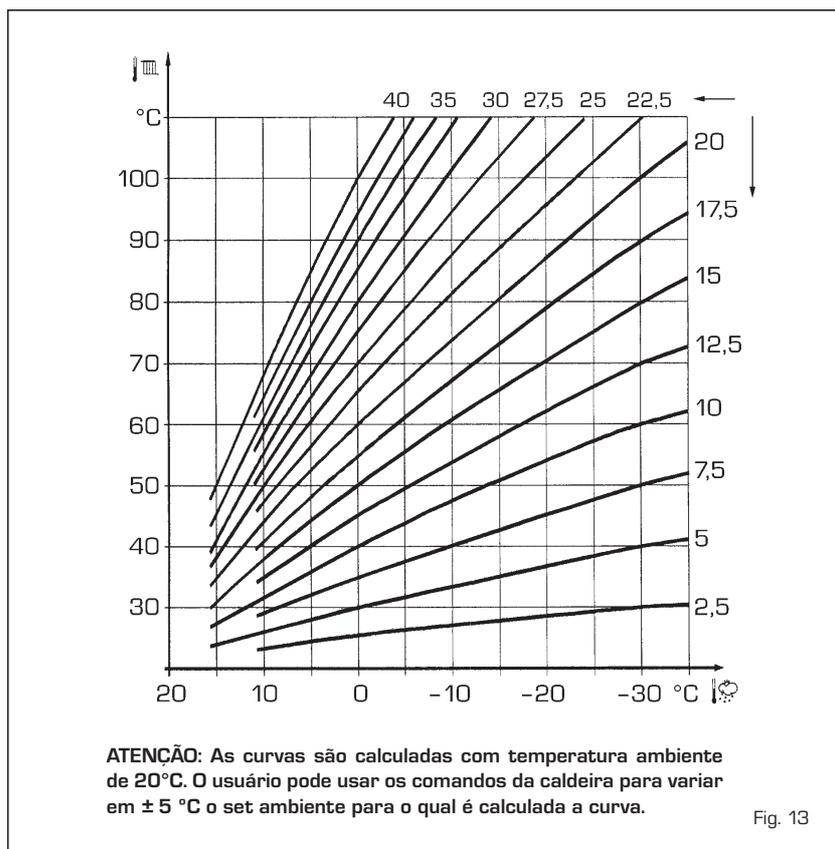

Fig. 13
3.4 SONDA EXTERIOR LIGADA (fig. 13)
A curva climática a introduzir pode ser seleccionada de um valor entre 3 e 40 (com passos de 1). Aumentando inclinação representada pelas curvas da fig. 13 aumenta-se a temperatura de ida do circuito em correspondência com a temperatura exterior.